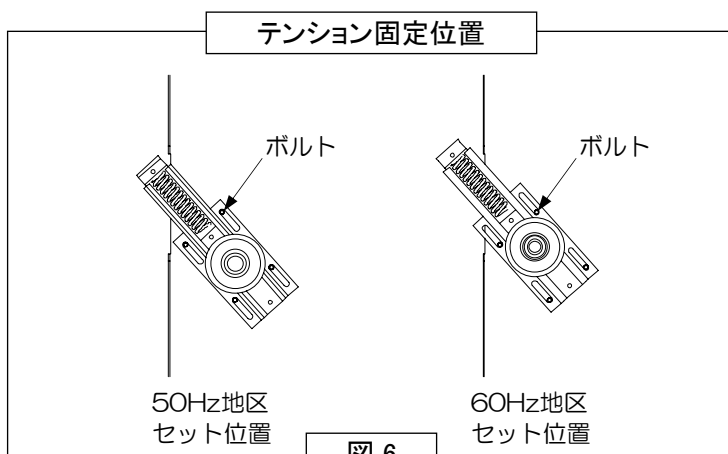

図 6
- (7) テンションを昇降機に取付けます。M6ナット(4ケ)で固定します。50Hz地区は、ボルトが長穴の上側、60Hz地区はボルトが長穴の下側になるように固定します。(図6)